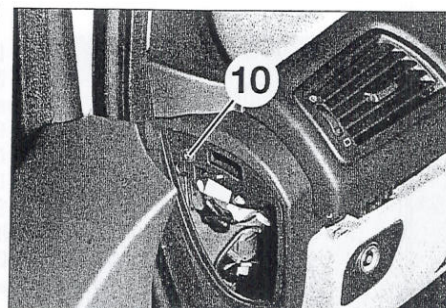

FIGURA 9-28
- Desmontar el tornillo (10) (figura 9-28).